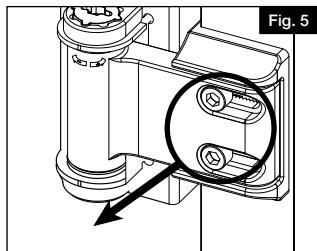

Fig. 5
- a. Au moyen de la clé Allen fournie, enlever les deux vis de réglage qui retiennent le bras mobile sur la plaque de barrière (Fig. 5).